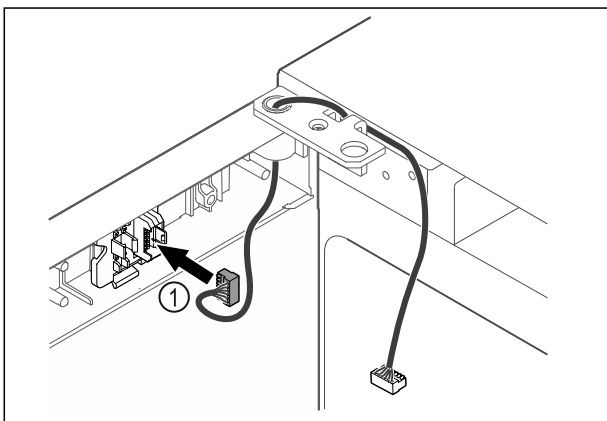

Fig. 64
- ▶ Вставьте штекер Fig. 64 (1) в держатель.